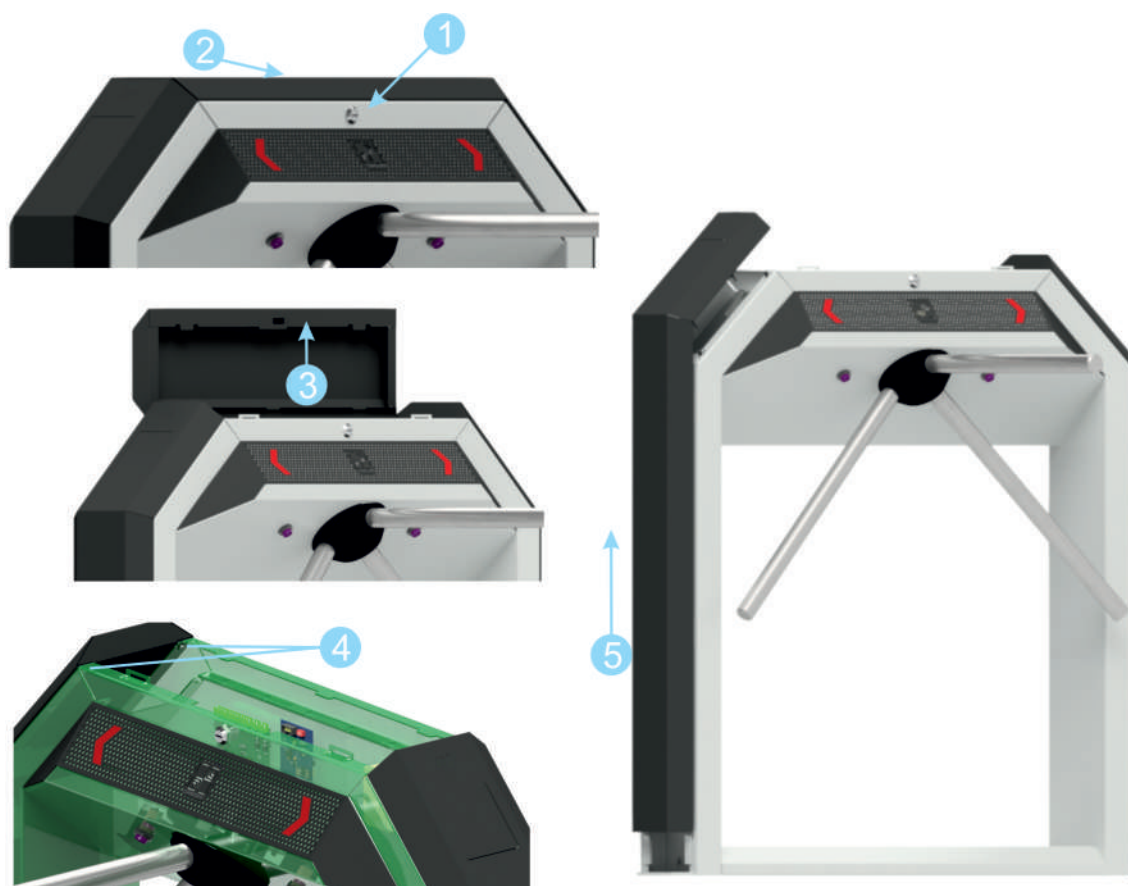

Рисунок 7.4.2 Разборка корпуса турникета «STR-03 EW»
- 1 Получить доступ к монтажному основанию и контроллеру управления турникетом, для этого необходимо выполнить следующие действия (см. рисунок 7.4.2):